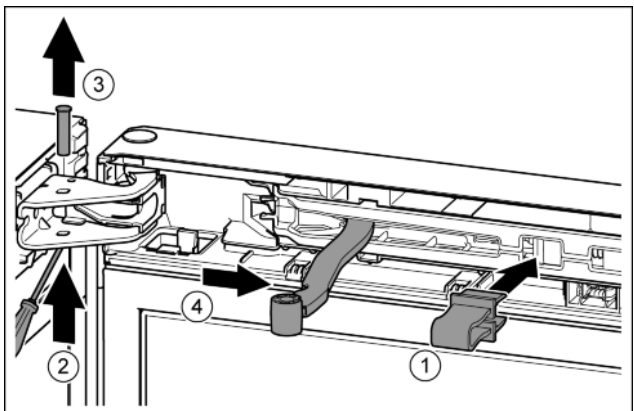

Fig. 8
► Зафіксуйте запобіжник в отворі. Fig. 8 (1)
► Виштовхніть палець за допомогою викрутки. Fig. 8 (2)
► Вийміть гвинт рухом нагору. Fig. 8 (3)
► Поверніть шарнір у напрямку дверцят. Fig. 8 (4)